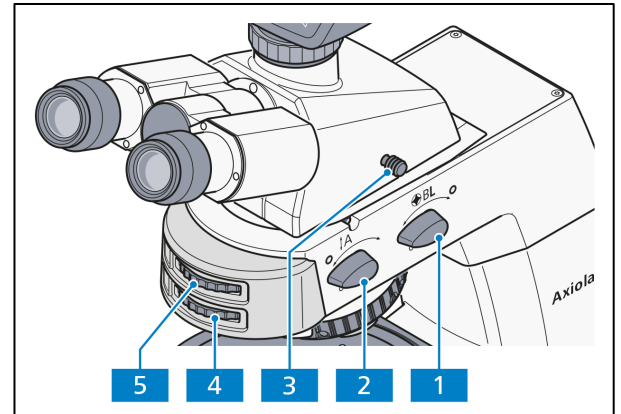

Abb. 4-17 Axiolab 5 für Durchlicht-Konoskopie
- Analysator mit Drehknopf **A** (Abb. 4-17/2) in Strahlengang (Position **on**) bringen. Mit Stellrad (Abb. 4-17/4) des Analysators kann die Schwingungsrichtung verändert werden.
- Bertrandlinse **BL** (Abb. 4-17/1) einschalten (Position **on**). Daraufhin erscheint das Achsenbild im Sehfeld.
- Mit Stellrad (Abb. 4-17/5) das Achsenbild fokussieren.
(3) Auswertung